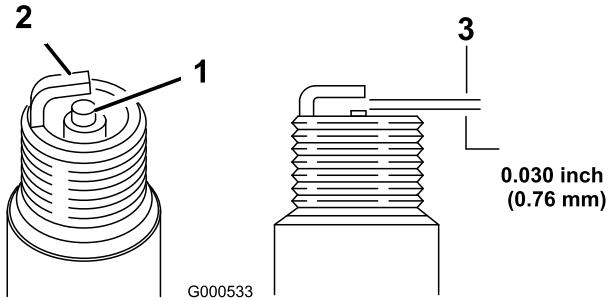

Figure 23
- Réglez l'écartement des électrodes à 0,76 mm (Figure 23).